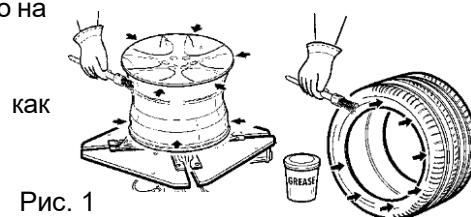

Рис. 1
20.1 Монтаж нижнего борта шины (см. стр. 17, рис. 1)